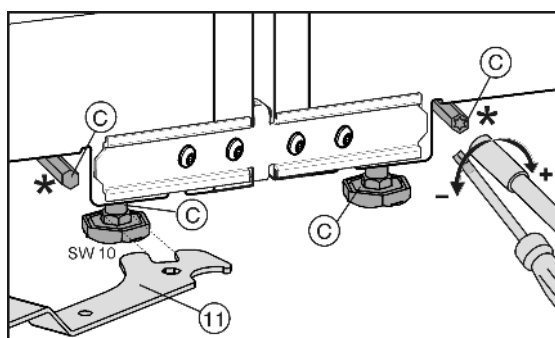

Fig. 8
Prednje nožice za podešavanje mogu se podešavati bilo kojim viličastim ključem *Fig. 8 (11)*, dok se stražnje nožice za podešavanje* podešavaju odvijačem Torx® 25.